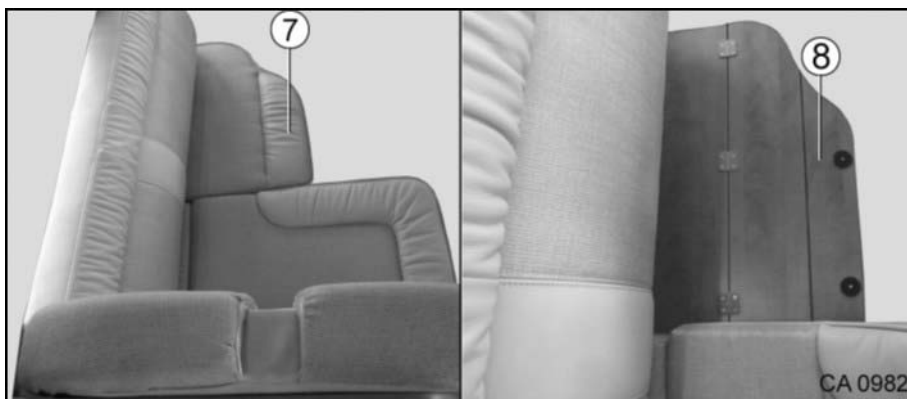

Fig. 37 Transformation de la banquette latérale en siège pour la route
1. Enlever le coussin (Fig. 37/7).
2. Relever le panneau de bois divisé (Fig. 37/8) et le plier.